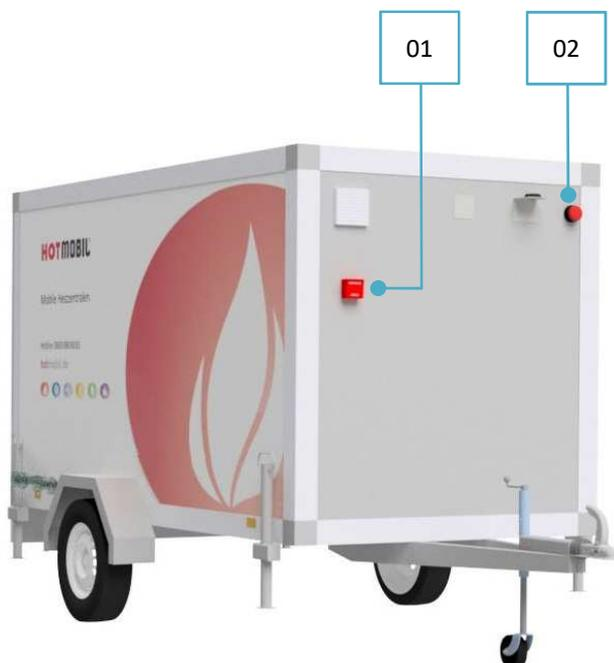

Abbildung 12: Notbefehls- und Blitzleuchte
**Beachten Sie die Abbildung 12: Notbefehlseinrichtung und Blitzleuchte**